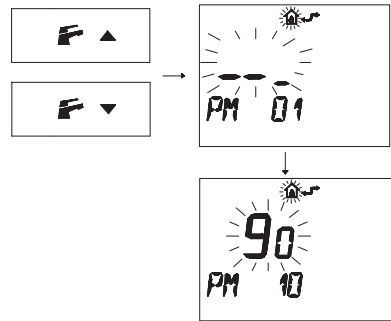

Figura 5.55
- Premere i pulsanti  $\mathbb{F}$   $\blacktriangledown$  o  $\mathbb{F}$   $\blacktriangle$  per visualizzare la programmazione "PM10" selezione della frequenza di accensione (Figura 5.55).
Nella Figura 5.55 si visualizza un SET programmato di 90 corrispondente ad un tempo di riaccensione di 3 minuti circa.